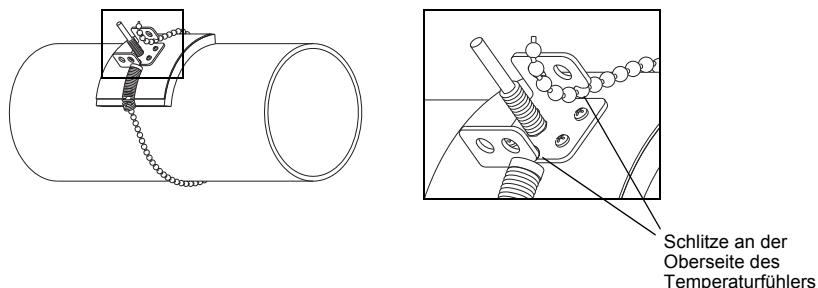

Abb. 9.6: Spannschloss
- Fassen Sie das Federende der Kette und schieben Sie die erste Kugel in einen der beiden Schlitz an der Oberseite des Temperaturfühlers (siehe Abb. 9.6).